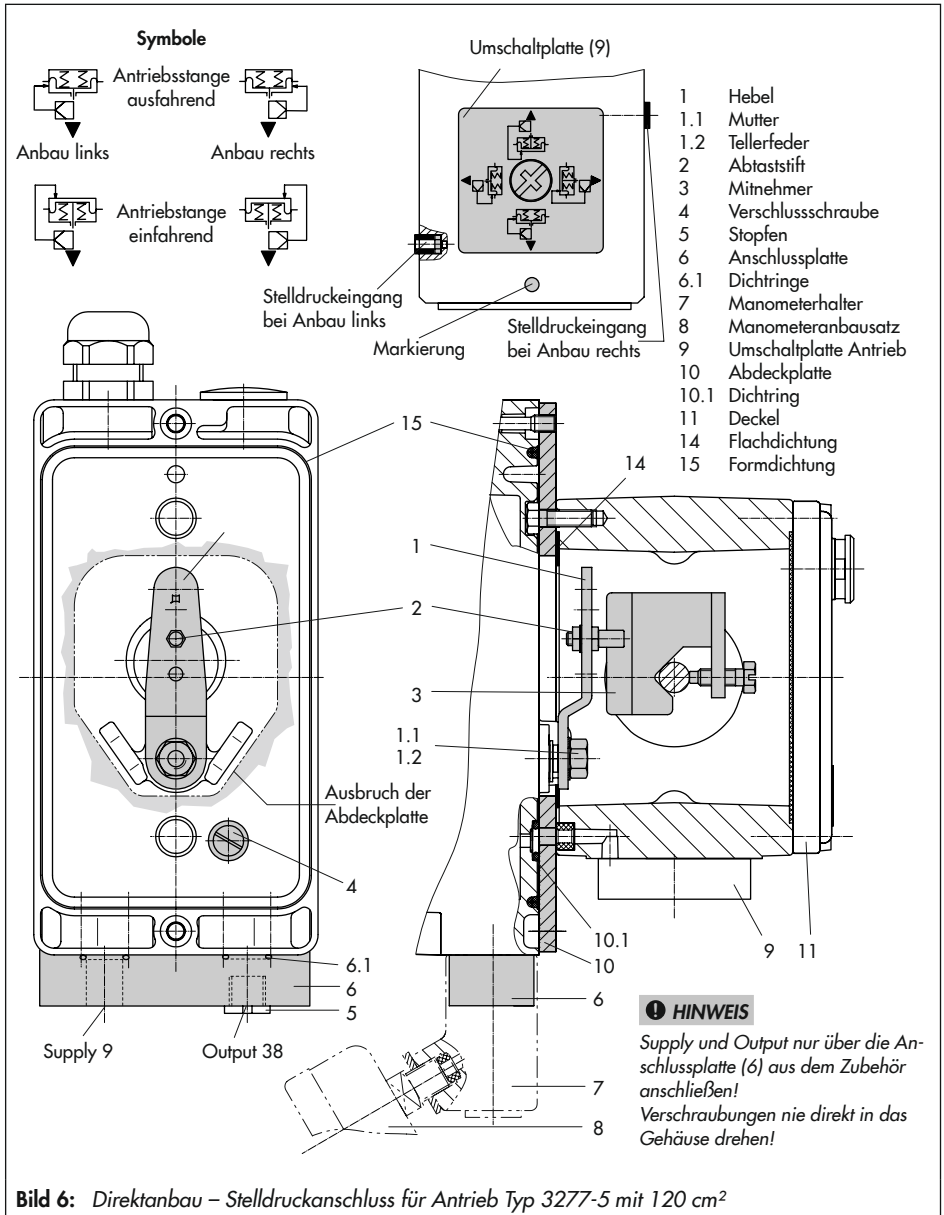

Bild 6: Direktanbau – Stelldruckanschluss für Antrieb Typ 3277-5 mit 120 cm²
Antrieb mit 120 cm² (vgl. Bild 6)
3. Anschlussplatte (6) oder Manometerhalter (7) mit Manometern am Stellungsregler montieren, auf richtigen Sitz der beiden Dichtringe (6.1) achten.
4. Verschlusschraube (4) auf der Stellungsregler-Rückseite entfernen und den Stelldruckausgang „Output 38“ an der Anschlussplatte (6) oder am Manometerhalter (7) mit dem Stopfen (5) aus dem Zubehör verschließen.
5. Mitnehmer (3) an die Antriebsstange setzen, ausrichten und so festschrauben, dass die Befestigungsschraube in der Nut der Antriebsstange sitzt.
6. Abdeckplatte (10) mit schmaler Seite des Ausbruchs (Bild 6 links) in Richtung zum Stelldruckanschluss befestigen, die aufgeklebte Flachdichtung (14) muss zum Antriebsjoch zeigen.
7. **Hub 15 mm:** Am Hebel **M** (1) auf der Stellungsregler-Rückseite verbleibt der Abtaststift (2) auf Stiftposition **35** (Lieferzustand).